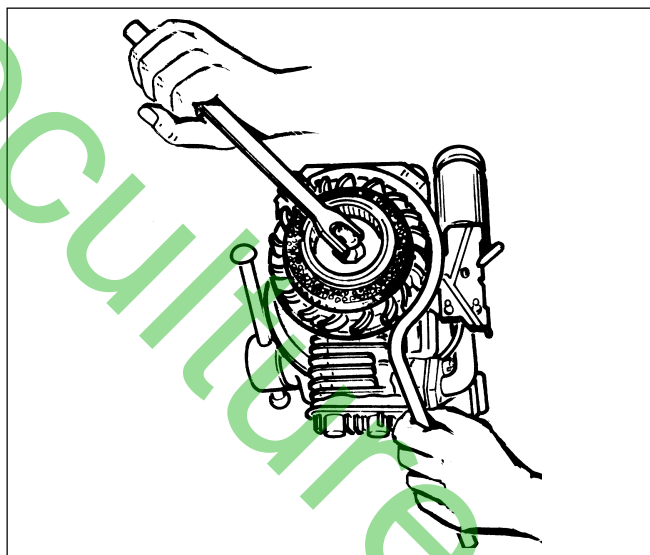
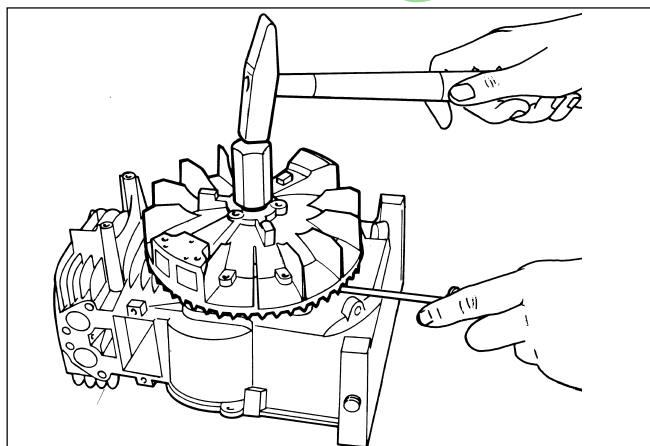

Fig. 3
Fig. 4
- Retirer l'écrou volant et le carter démarreur en utilisant l'arrêt volant à courroie code 670305 ou la clef en "C" code 670217, pour éviter que le volant ne tourne (Fig. 3). Utiliser l'outil spécial code 670103 pour arbres 7/16"x20 UNF et code 670169 pour arbres de 1/2"x20 UNF. Le visser complètement et le dévisser d'un tour. En faisant levier sous le volant, frapper franchement sur l'outil à l'aide d'un marteau pour dégager le volant de son logement (Fig. 4).